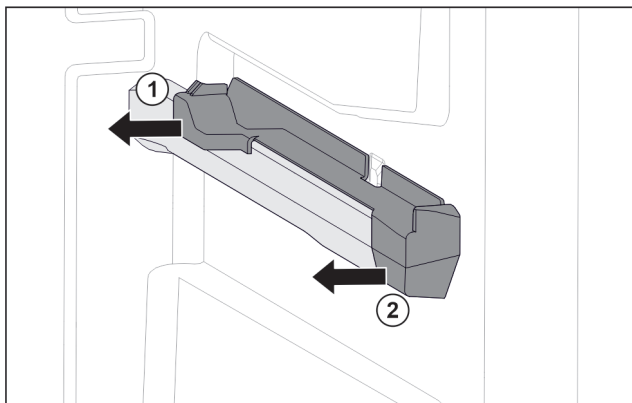

Fig. 130 Felhúzható elem a jobb oldali tartóbordán
- ▶ Oldalra húzza le a felhúzható elemet. Fig. 130 (1)
- ▶ Húzza előre felé a felhúzható elemet. Fig. 130 (2)